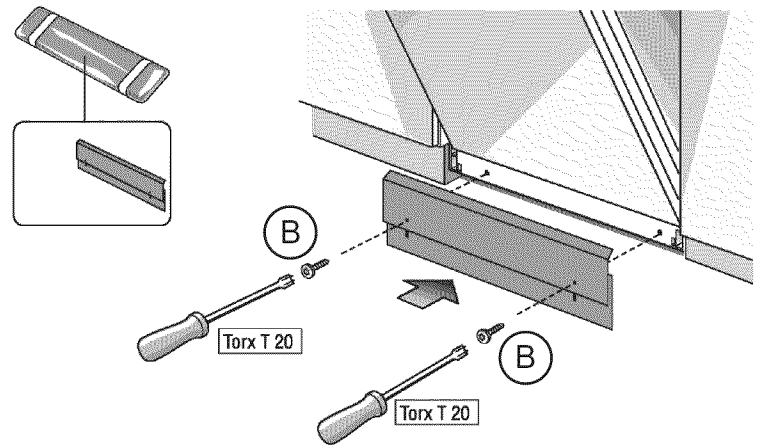

Figura 24
3. Coloque los dos tornillos negros (incluidos) a través del orificio que se encuentra en el panel de pie para asegurarlo. Use los tornillos suministrados para no dañar la lavadora de platos. Consulte la **Figura 24**.